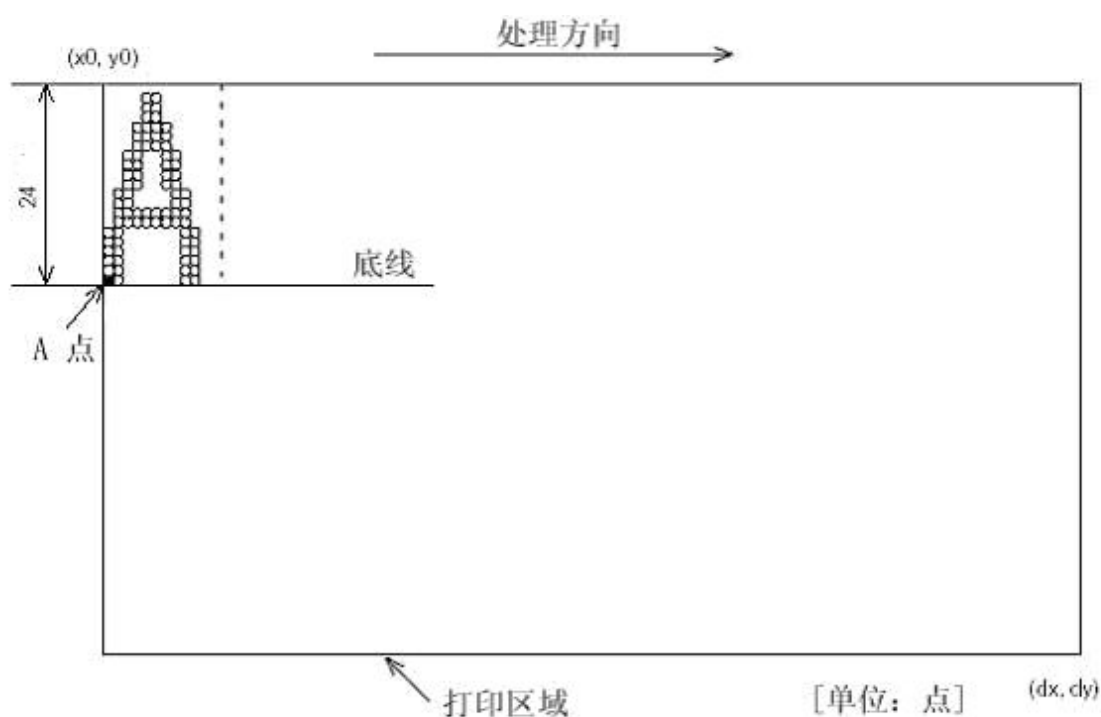

图 B.2 字符数据的存储位置
- 2) 打印机在打印区域和打印区域方向（由**ESC T**指令设置）设置之后，接收到的打印数据将会在打印区域内按照图B.2所示位置排列，A点为打印区域的起始位置，这是个默认值。（当一个字符被打印时，A 点作为基线）打印数据中的下载的位图或条码数据以当前位置作为其左下角（图B.3中的B点），与基线对齐。